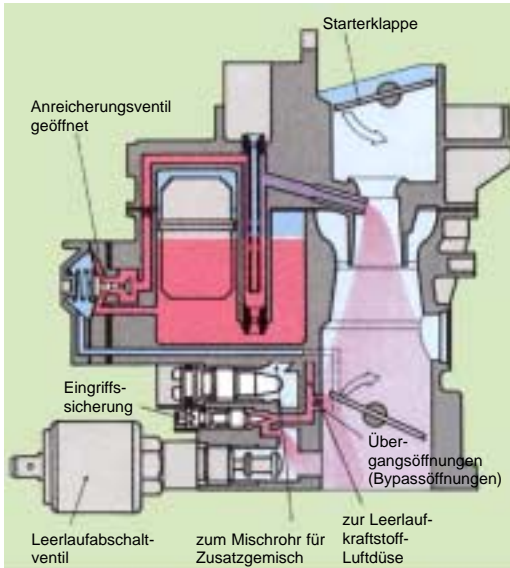

Abb.1: Starteinrichtung (Starterklappe) und Übergangseinrichtung
- Drosselklappen-Anschlagschraube (Abb.1).
Ein Leerlauf-Abschaltventil (Abb.1), das nach dem Abschalten der Zündung stromlos wird, schließt über eine Feder die Leerlaufgemischbohrung. Durch Einschalten der Zündung wird das Ventil elektromagnetisch geöffnet.
In diesem Betriebszustand werden die **Übergangs-** oder **Bypassöffnungen** oberhalb der Leerlaufbohrungen wirksam (Abb. 1). Sie stehen mit dem Grundleerlaufsystem in Verbindung. Mit weiterer Öffnung der Drosselklappe wird das Hauptdüsen-system wirksam. Die Übergangseinrichtung hört auf zu fördern, da der Unterdruck an den Übergangsöffnungen für die weitere Forderung nicht mehr ausreicht.